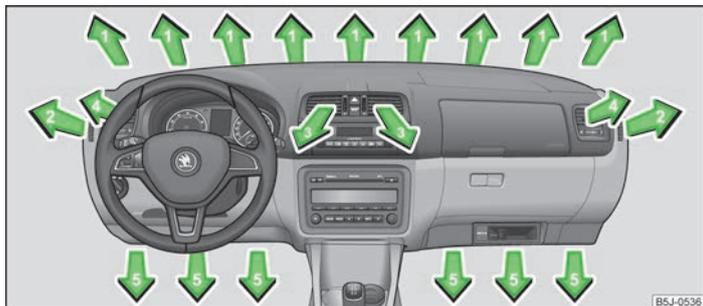
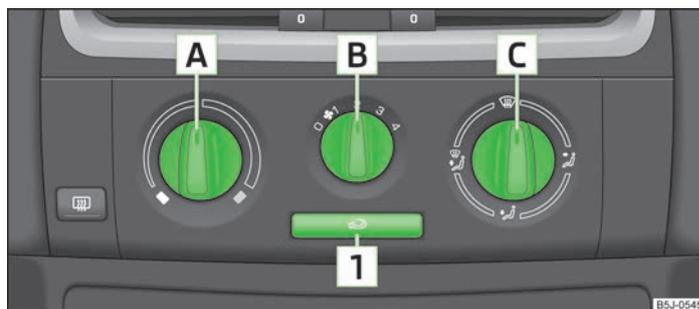

Abb. 77 Luftaustrittsdüsen
Abb. 78 Heizung: Bedienelemente
➤ Das senkrechte Rad (Luftaustrittsdüsen 3) » Abb. 77 bzw. das waagerechte Rad (Luftaustrittsdüsen 4) in die Stellung drehen.
➤ Das senkrechte Rad (Luftaustrittsdüsen 3) » Abb. 77 bzw. das waagerechte Rad (Luftaustrittsdüsen 4) in die Stellung 0 drehen.
- Die waagerechten Lamellen mithilfe des verschiebbaren Verstellers schwenken, um die Höhe der Luftströmung zu ändern » Abb. 77.
Die Luftzufuhr für die einzelnen Luftaustrittsdüsen mit dem Luftverteilungsregler **C** » Abb. 78 auf Seite 72 einstellen. Die Luftaustrittsdüsen 3 » Abb. 77 und 4 können einzeln geschlossen und geöffnet werden.
- Den Drehregler **A** » Abb. 78 nach rechts drehen, um die Temperatur zu erhöhen.
- Den Gebläseschalter **B** » Abb. 78 in eine der Positionen 1 bis 4 drehen, um das Gebläse einzuschalten.
- Mit dem Luftverteilungsregler **C** » Abb. 78 wird die Richtung des Luftaustritts geregelt » Seite 72.
Alle Bedienelemente, außer dem Gebläseschalter **B** » Abb. 78, können auf jede beliebige Zwischenstellung eingestellt werden.
- Bedienelemente **A** » Abb. 78 auf Seite 72, **B**, **C** und die Taste **1**.
- Luftaustrittsdüsen 4 » Abb. 77 auf Seite 72.
- Wir empfehlen Ihnen, die Luftaustrittsdüsen 3 » Abb. 77 auf Seite 72 in geöffnete Stellung zu belassen. ■
- Die Taste **1** » Abb. 78 auf Seite 72 drücken, in der Taste leuchtet die Kontrollleuchte auf.
- Die Taste **1** » Abb. 78 auf Seite 72 erneut drücken, die Kontrollleuchte in der Taste erlischt. ■
Wenn der Luftverteilungsregler **C** » Abb. 78 auf Seite 72 in die Position gedreht wird, wird der Umluftbetrieb automatisch ausgeschaltet. Durch wiederholtes Drücken der Taste kann auch in dieser Stellung der Umluftbetrieb wieder eingeschaltet werden. ▶
- Wir empfehlen Ihnen, die Luftaustrittsdüsen 3 » Abb. 77 auf Seite 72 in geöffnete Stellung zu belassen.